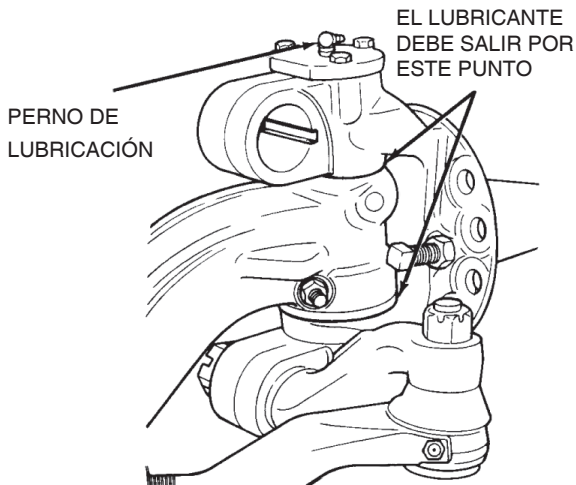

Figura 14
2. Lubrique los Pernos maestros a través de los pernos de lubricación en la parte superior e inferior de las puntas de eje. Figura 14.